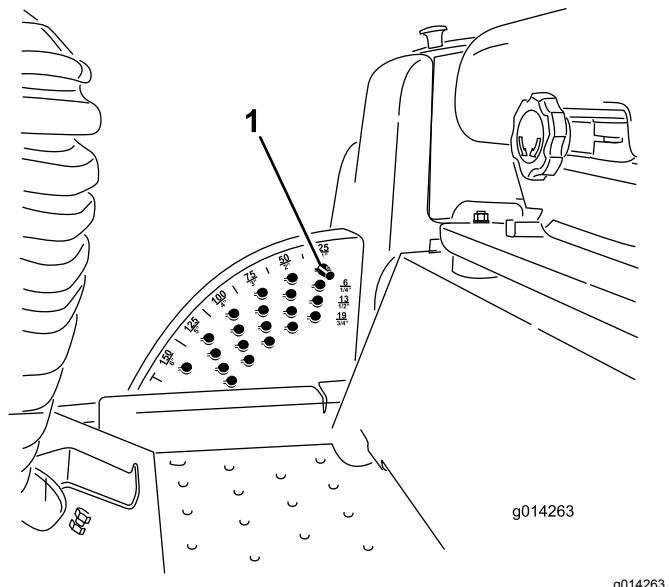

図 24
注 デッキアタッチメントを上昇位置にロックするには、上昇位置からさらに 15cm 上昇させ、刈高ストップピンを抜いて、ピンを刈高 15cm の穴に通します図 24。
1. エンジンが回転している状態で、デッキ昇降スイッチの後側を押し、デッキが完全に上昇したら直ちにスイッチから手を離す図 24。
2. ストップピンについているロールピンを回してピンと刈高設定穴のスロットとが整列したところでピンを抜き取る図 24。
3. 刈高ブラケットについている穴から、希望する刈高に対応する穴を見つけ、その穴にピンを通し、ピンを回してロックする(図 24)。
注 穴は全部で4列あります図 24。外周側の列は、外周部に刻印されている通りの刈高の穴です。2列目の穴は、それぞれ 1列目プラス 6 mm の刈り高となります。3列目の穴は、それぞれ 1列目プラス 12 mm の刈り高となります。一番下の列の穴は、それぞれ 3列目プラス 18 mm の刈り高となります。刈高 158mm だけは例外で、2列目のはずれにあります。この穴にセットすると刈高 158mm となります 6mm アップにはなりません。